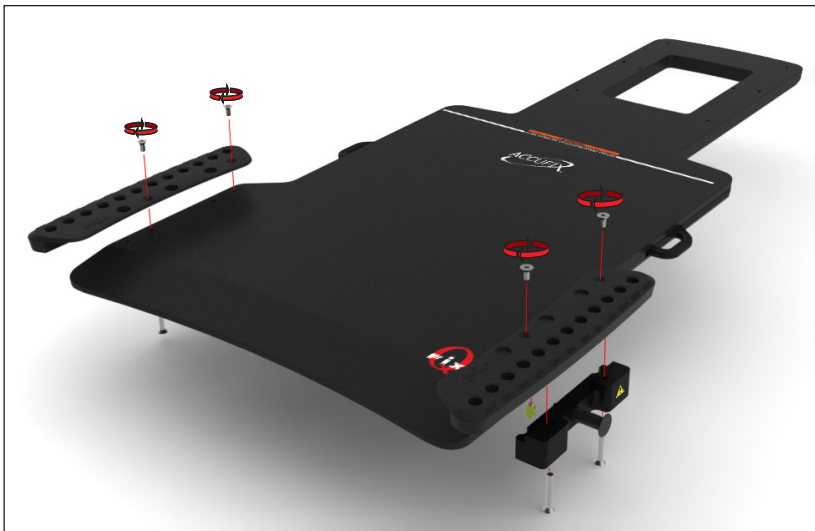

図3
3. ハンドグリップアレイをデバイスに取り付けます。ここではそれぞれ140 mm (5.5インチ) 間隔で配置された2つの孔に1/4-20 x 1/2インチのネジ2本を使用して取り付けます。(図3)